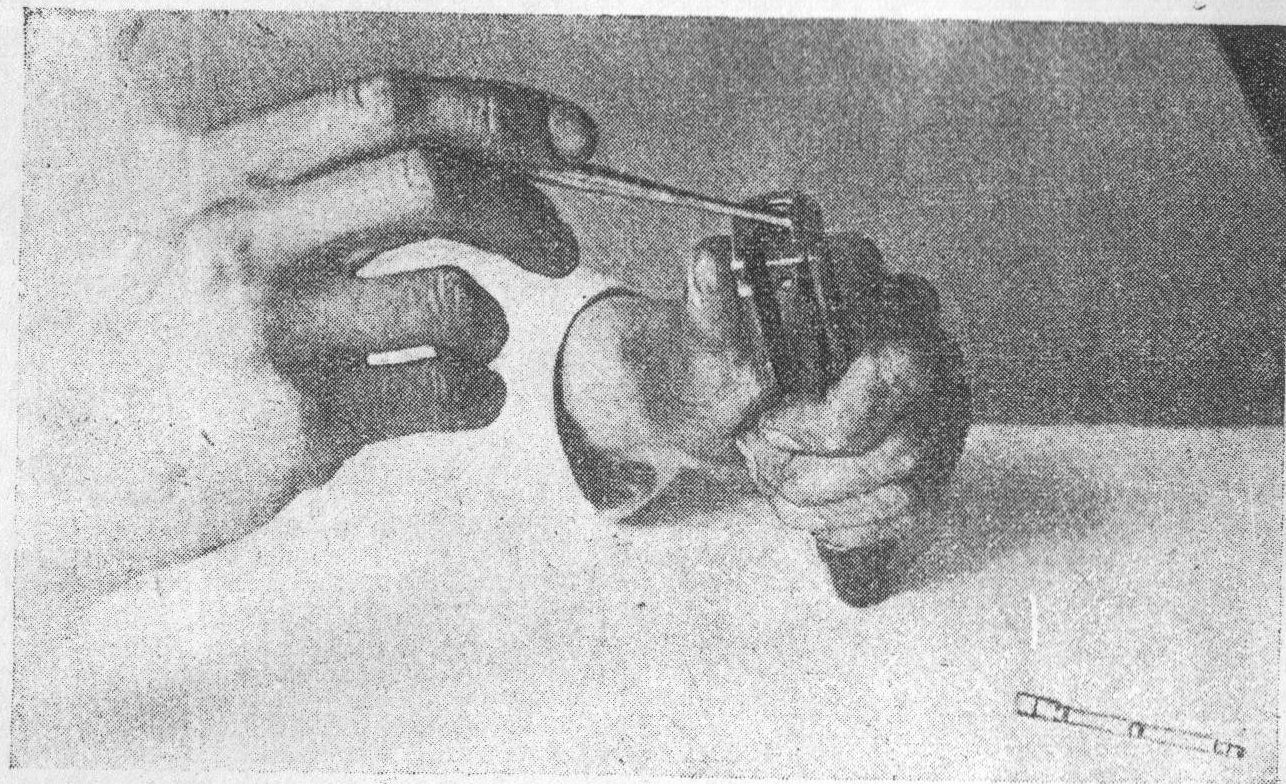

Рис. 15.
мая его к стенке кожуха, в то же время концом отвертки или выколоткой, вставленной в паз выбрасывателя (в задней части кожуха-затвора), выдвинуть его наружу из гнезда (рис. 15).
11. **Вложить выбрасыватель в его гнездо в кожухе-затворе**, зацепом вперед, таким образом, чтобы задняя часть выбрасывателя была заподлицо с задней частью кожуха-затвора (рис. 15).